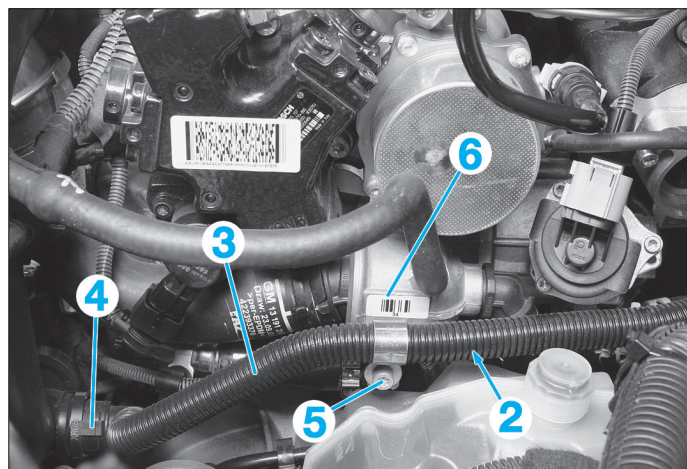

Fig. 26
- **Tous types**, débrancher la sonde de température de liquide de refroidissement (2) (Fig.26).
- Mettre de côté le faisceau (3) ; pour cela :
- débrancher le connecteur (4),
- déposer la vis (5).
- Démonter les différentes durits fixées sur le boîtier thermostatique (6).
- Déposer les deux vis du boîtier thermostatique (6) puis ce dernier.